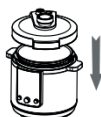

Рис. 7
- Чтобы снять крышку поверните ее по часовой стрелке (Рис. 7 и 8).